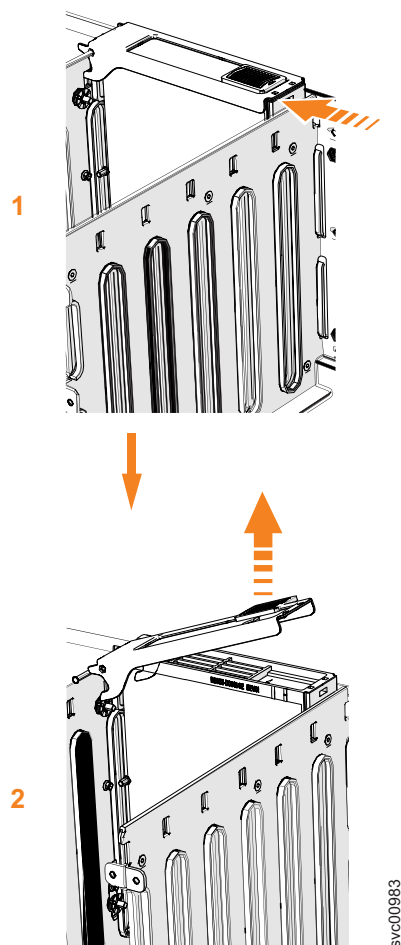

Figure 112. Retrait de l'assemblage d'unité
5. Faites glisser le loquet de déverrouillage vers l'avant (**1**), comme indiqué dans la figure 112, à la page 128.
6. Soulevez la poignée (**2**) pour déverrouiller le support d'unité de la partition, comme indiqué dans la figure 112. Assurez-vous que l'extrémité du loquet est complètement dégagée.